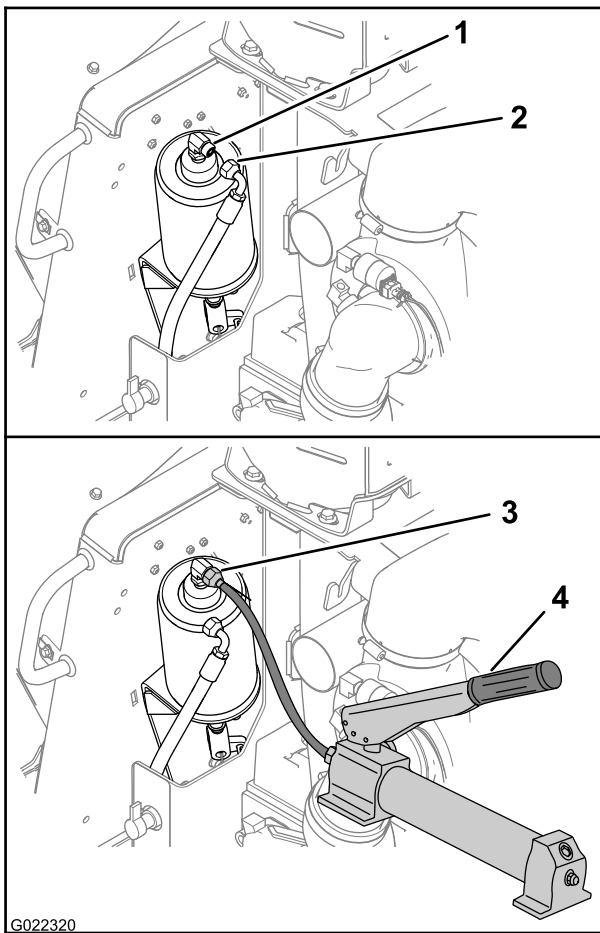

Рисунок 31
1. Отсоедините гидравлический шланг от цилиндра стояночного тормоза, как показано на **Рисунок 31**.
2. Подсоедините ручной гидравлический насос, способный обеспечить давление 350 фунтов на кв. дюйм, к цилиндру тормоза (Рисунок 31).